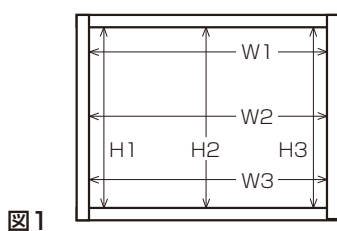

図1
②網戸を取付ける開口部の下面にたわみがあり、網戸とすき間が発生する場合は、網戸下面にも①シール材を貼ってください。
①取付ける開口部の寸法を確認します。
- ①取付ける開口部H1～H3と、W1～W3の寸法差がそれぞれ3mm以内であることを確認してください。(図1)